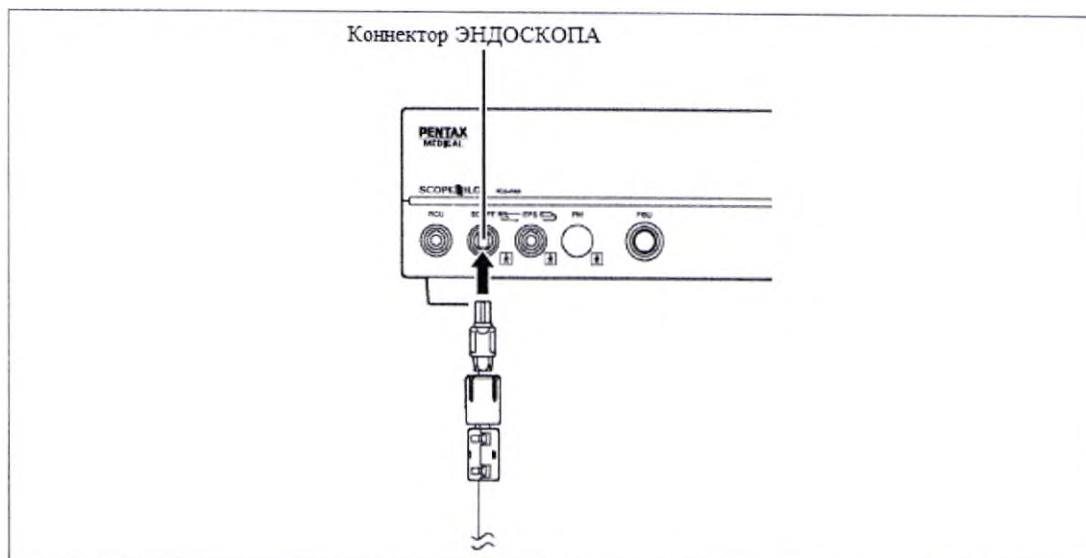

Рисунок 3.9
2. Подсоедините конец кабеля УУН с защитным патроном к разъему SCOPE (ЭНДОСКОП) на передней панели УУН (см. рисунок 3.9).